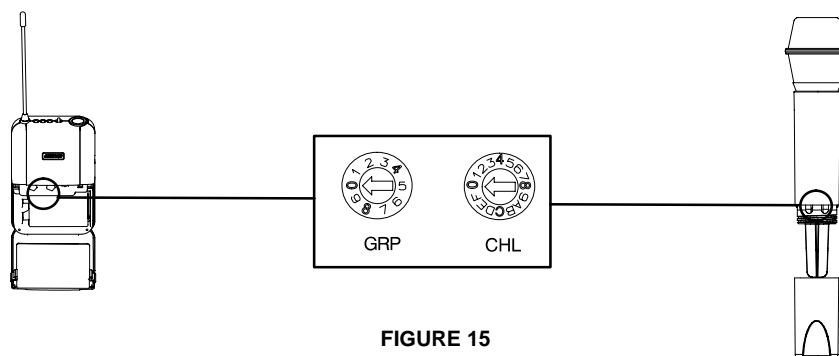

FIGURE 15
1. Mettre le transmetteur hors tension et ouvrir le compartiment pile pour exposer les sélecteurs «GROUP» et «CHANNEL». Se reporter à la figure 15.